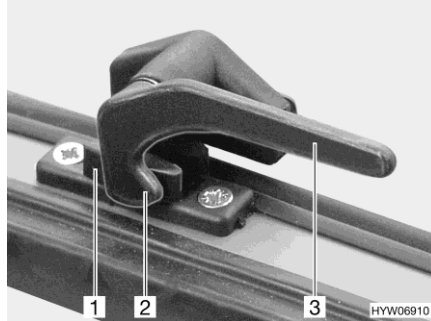

Bild 43 Verriegelungshebel in Stellung "geschlossen"
- Den Verriegelungshebel (Bild 43,3) eine viertel Umdrehung zur Fenstermitte hin drehen.
- Den Verriegelungshebel (Bild 43,3) eine viertel Umdrehung zum Fensterrahmen hin drehen. Die Verriegelungsnase (Bild 43,2) liegt auf der Innenseite der Fensterverriegelung (Bild 43,1).
- in Stellung "fest verschlossen" (Bild 43)